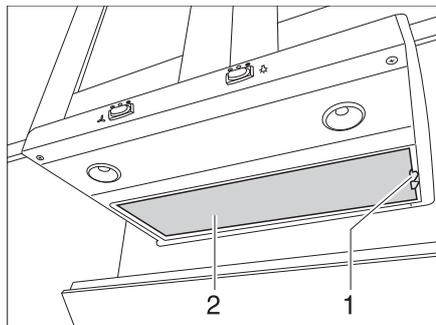

Bild 172 Dunstabzug
- Den Filter (Bild 172,2) am Griff (Bild 172,1) nach unten ziehen.